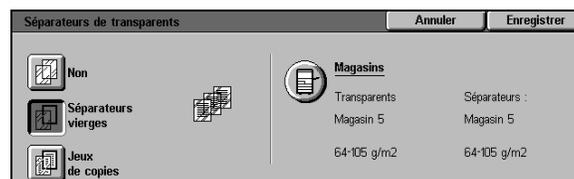

Figure 17 : Option Séparateurs vierges sélectionnée
- Pour modifier la programmation du magasin contenant les séparateurs, appuyez sur l'icône du copieur dans la zone Magasins (voir la figure 17). L'écran de paramétrage correspondant s'affiche. Notez que les transparents peuvent être placés dans le magasin 5 uniquement.